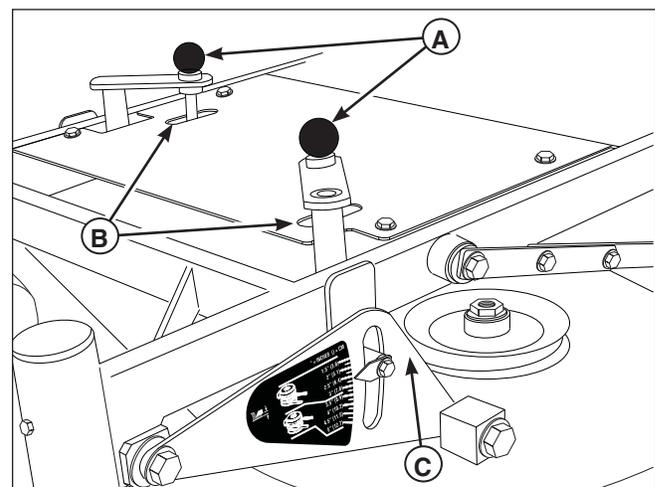

Figura 8. Retire la protección de la plataforma del cortador
1. Tire la manilla de ajuste de altura de corte (**A, Figura 8**) hacia arriba y fuera de la posición de bloqueo de manilla (**B**) y gírela **en el sentido de las agujas del reloj** para elevar la plataforma a la altura de corte deseada. Gire la manilla **en sentido contrario de la agujas del reloj** para bajar a la altura de corte deseada. Después de alcanzar la altura de corte deseada, coloque las manillas de ajuste de altura de corte en la posición de bloqueo de manilla.